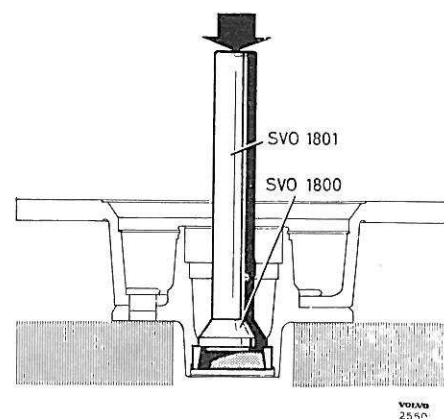

Figure 28. Démontage de la cuvette du roulement extérieur
4. Démontez les cuvettes des roulements. Se servir du mandrin SVO 1799 (figure 27) pour le roulement intérieur et du mandrin SVO 1800 (figure 28) pour le roulement extérieur, ainsi que de la poignée de base SVO 1801.